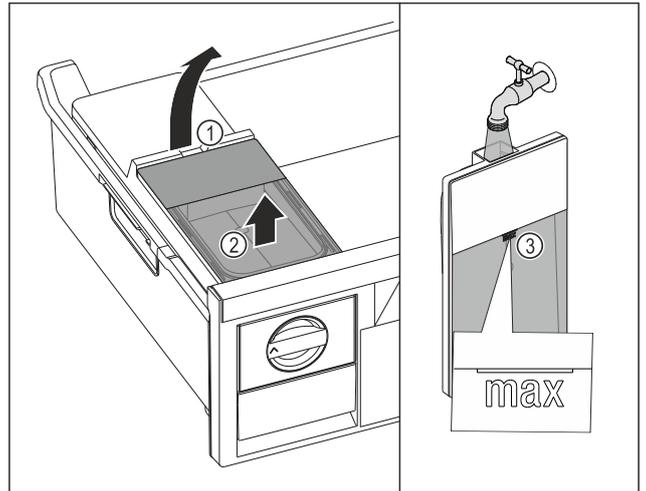

Fig. 76
- ▶ Elevar el depósito de agua por la entalladura Fig. 76 (1).
- ▶ Extraer el depósito de agua hacia arriba. Fig. 76 (2)
- ▶ Llenar el depósito de agua con agua potable hasta la marca Fig. 76 (3).